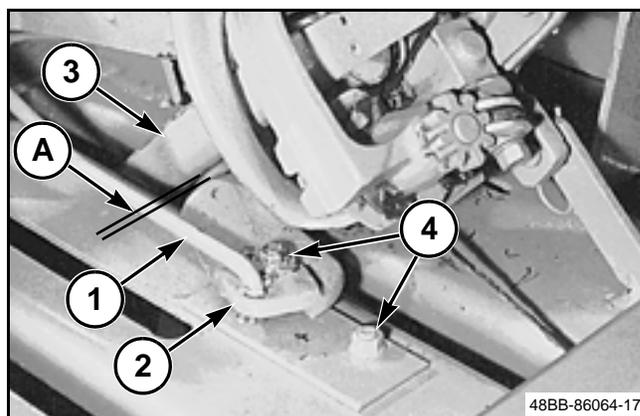

FIG. 73
FIG. 73: Con el rodillo inferior de la aguja al nivel del limpiador del disco del cordel, desconecte la horquilla en la parte delantera de la varilla de la uñeta del cordel. (1). Gire la uñeta del cordel (2) para verificar el espacio (A) entre la uñeta de cordel y la aguja (3). Este espacio debe ser de 0.5 a 2.5 mm (0.019 a 0.098 pulg). Para ajustar el espacio, afloje los pernos del accesorio (4) y mueva el soporte de montaje. Apriete los pernos de montaje. Conecte la horquilla. Repita el procedimiento para cada una de las uñetas del cordel.